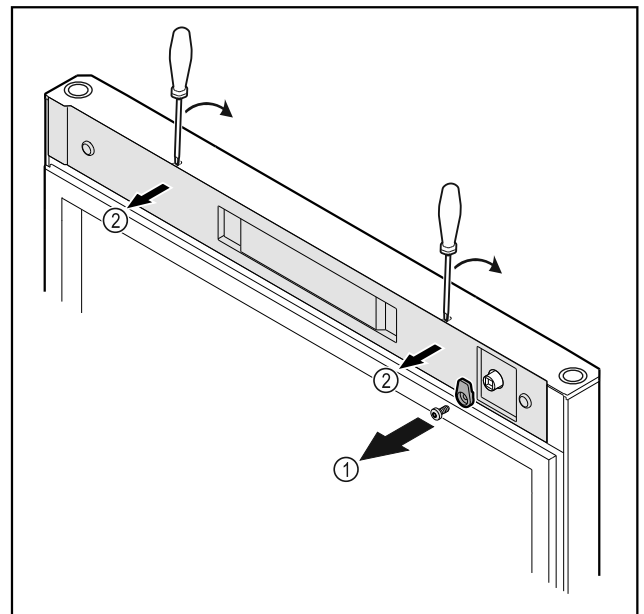

Fig. 11
- ▶ Krucivige sulgemiskonks Fig. 11 (1) maha.
- ▶ Haakige kate Fig. 11 (2) väikese krucivikeerajaga lahti ja võtke maha.